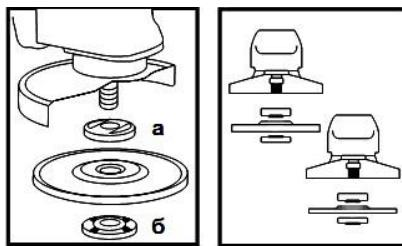

Рисунок 2
4.4 Встановіть на виріб шліфувальний або відрізний круг. Для цього натисніть на кнопку фіксації шпинделя (1) і проверніть його до такого положення, при якому він зафіксується. За допомогою вілочного ключа з комплекту виробу відверніть і зніміть затискну гайку (б) (дивіться рисунок 2). Встановіть шліфувальний диск на посадкове місце фланцевої шайби (а) (рисунок 2), наживіть рукою затискну гайку на шпиндель і затягніть її ключем з комплекту приладу.